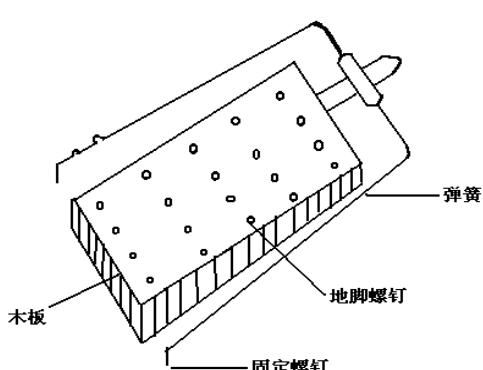

图2 弹簧式震源
2、弹簧激振法：（见图 2）它是由木板，弹簧、穿心锤等组成。试验前用地脚螺钉将木板固定地面，弹簧一端用地锚固定，试验时将穿心锤拉到一定距离后、突然放开，利用弹簧的弹力冲击木板，使板与地面产生剪切力，从而使地层产生剪切波。这种震源装置使用起来比较麻烦，但稳定性，重复性都较好，激震能量也较大，一般能测较深钻孔的波速。